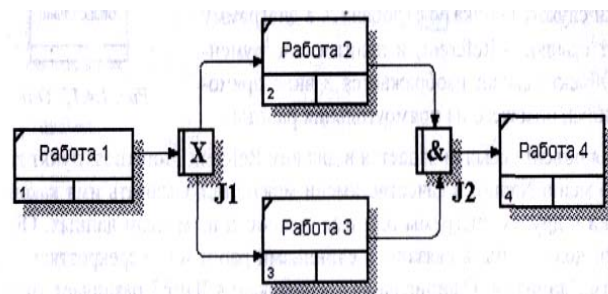

Рис. 94. Неверное размещение перекрестков
3. Перекресток для слияния "И" не может следовать за перекрестком для разветвления типа исключающего "ИЛИ" (рис. 94).